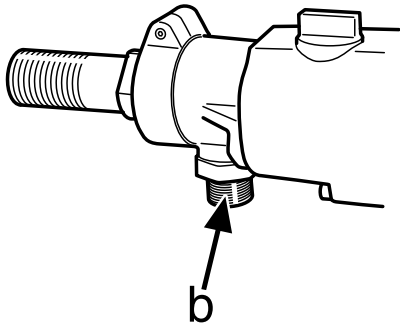

Fig. 6
- The water-cooling or dust extractor is attached to the machine (b in Fig. 6).
- dass Wasserkühlung und Staubsauger an das Gerät angeschlossen sind (b in Abb. 6).
- Un système de refroidissement par eau ou un aspirateur est raccordé à la machine (b sur la fig. 6).